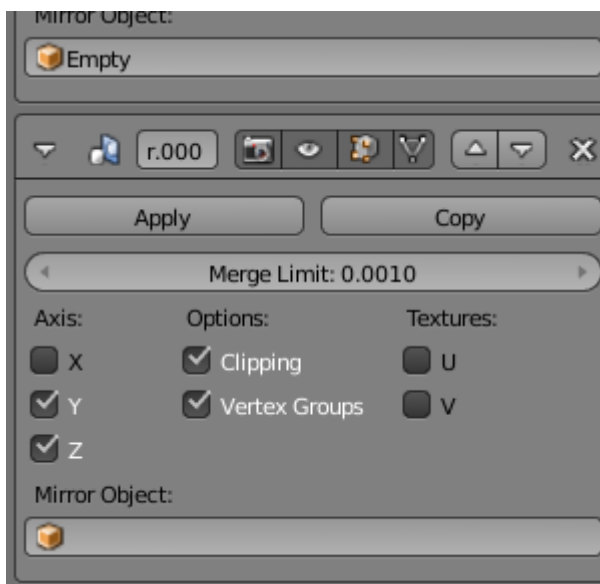

Figura 5.15
6. Associe um novo modificador Mirror à malha e active os eixos de simetria Y e Z, figura 5.15.